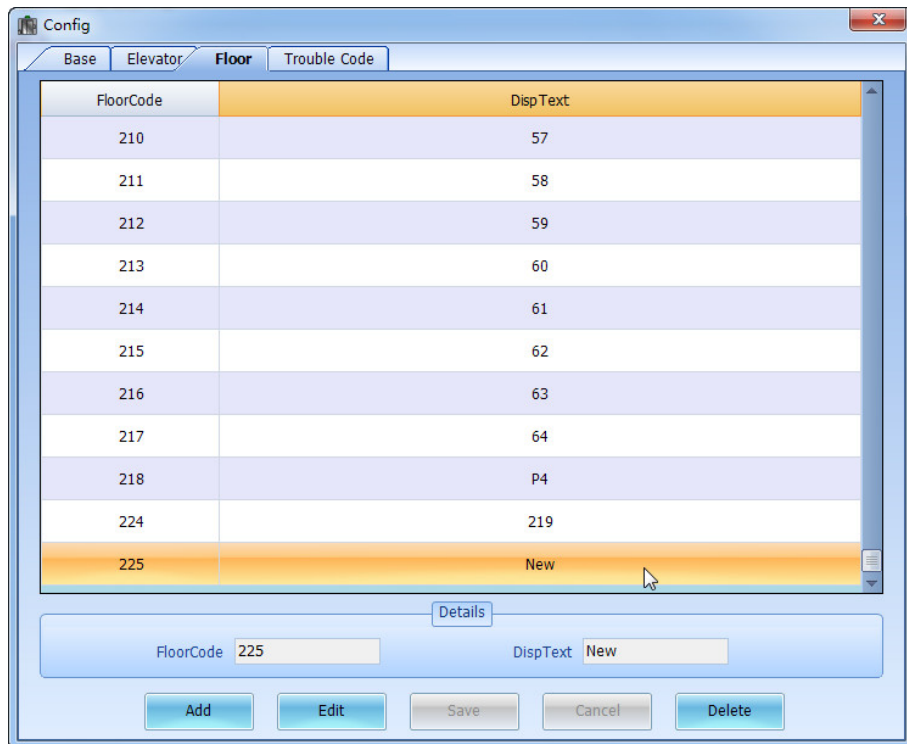

Fig. 4.3.11
- 저장을 누르면 1 층 표시 코드가 추가 되었음을 확인 할 수 있다. Fig. 4.3.11 참조.